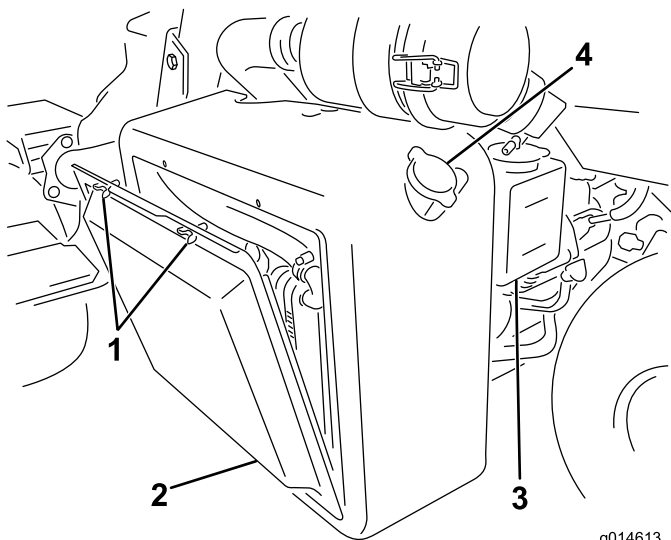
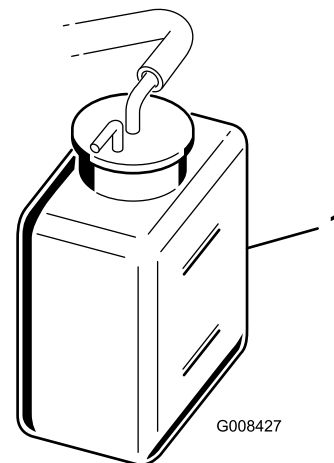

Figura 38
Figura 39
1. Rimuovete la griglia del radiatore (Figura 38).
2. Controllate il livello del refrigerante (Figura 38 e Figura 39).